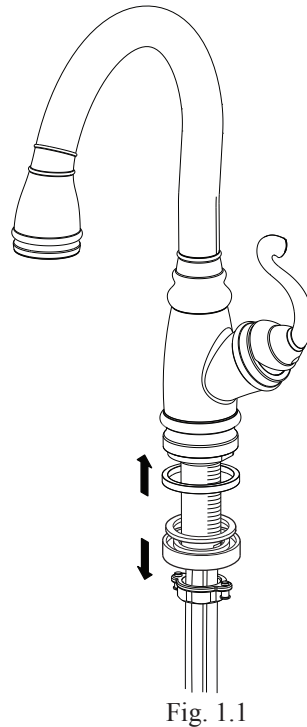

Fig. 1.1
- Dévisser et enlever l'**anneau de serrage**, la **rondelle métallique** et la **rondelle de caoutchouc** (Fig. 1.1). Pour faciliter la tâche, retirer le **tuyau de la douchette** de ces pièces en premier.
- Unscrew and remove the **mounting nut**, the **metal washer** and the **rubber washer** (fig. 1.1). To make it easier, remove the **hand sprayer hose** from these pieces first.